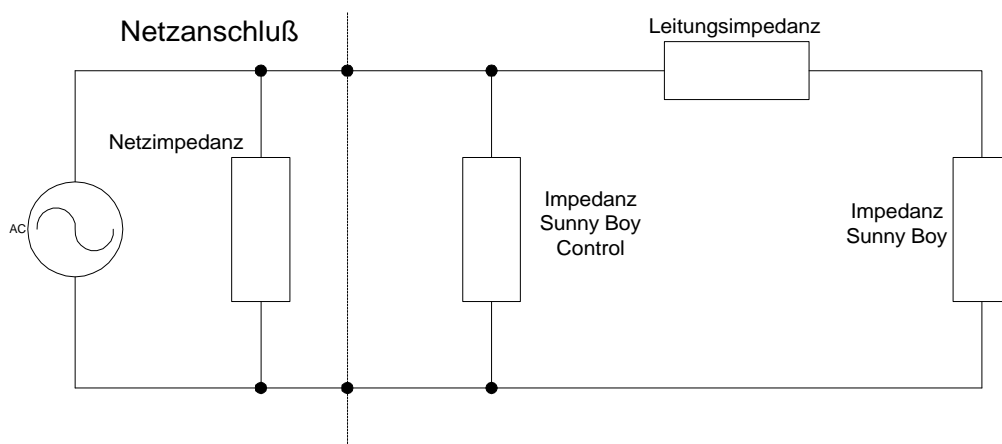
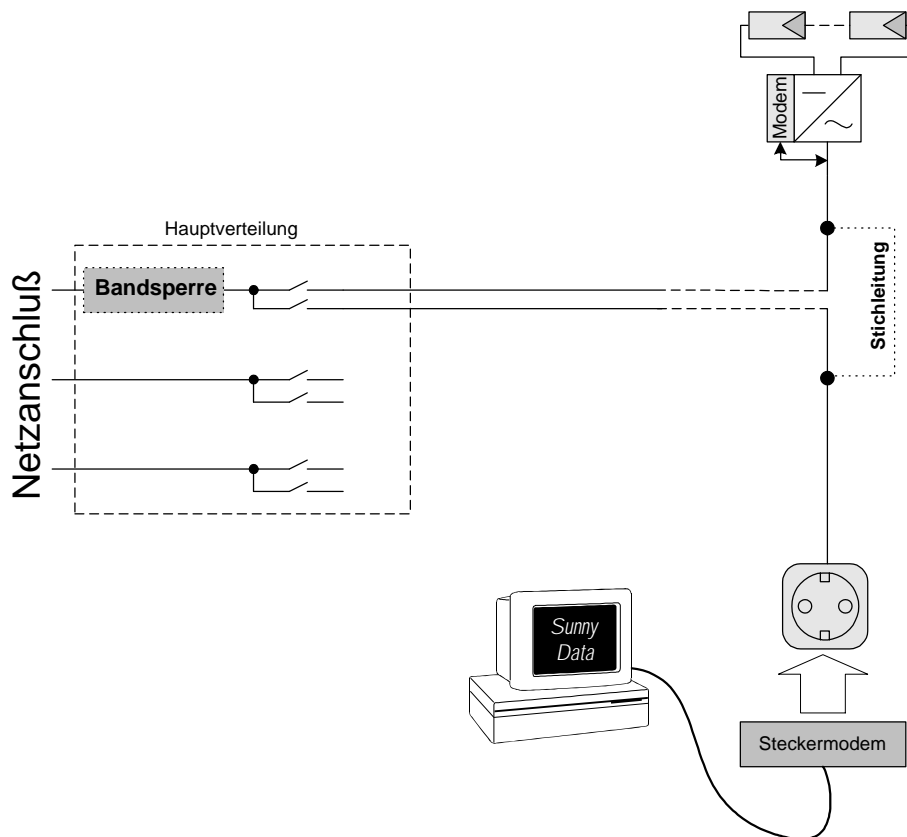

Abbildung 12: Ersatzschaltbild der Übertragungsstrecke
Abbildung 13: Lange Leitungen
Befindet sich zum Beispiel das Sunny Boy Control/SWR-COM in der Verteilung einer Anlage und die Wechselrichter sind von dort aus über jeweils eine Stichleitung angeschlossen, so ist die Übertragungsstrecke für eine Übertragung zum Wechselrichter hin sehr viel besser geeignet als umgekehrt. Dieser Effekt kommt dadurch zustande, daß der Spannungsteiler, der hier entsteht, für die beiden Übertragungsrichtungen unterschiedlich aussieht. In der Abbildung 12 ist ein einfaches Ersatzschaltbild dargestellt, mit dem dieser Effekt verdeutlicht werden kann.
1. Die Übertragungsstrecke wird verkürzt, z.B. durch Anschluß des Sunny Boy Control/SWR-COM in der Nähe der Wechselrichter (Abbildung 13), so daß die Signaldämpfung verringert wird.
2. Der Netzanschluß des Kommunikationsbereichs wird über eine Trägerfrequenzsperre/Bandsperre (Kapitel 4.2) geführt (Abbildung 13). Dadurch ändert sich der in der Abbildung 12 dargestellte Spannungsteiler zu Gunsten des Signalpegels, da
Die Richtungsabhängigkeit ist hierbei wiederum durch den entstehenden Spannungsteiler zwischen Leitungsimpedanz, Netzimpedanz und Impedanz der/des Wechselrichter/Sunny Boy Control zu erklären (s.a. Abbildung 12). Generell sollte der Phasenkoppler möglichst am Ende der Netzleitung, also meist in der Nähe der Wechselrichter, zum Beispiel in einer Unterverteilung (wenn vorhanden), installiert werden. Wenn keine Unterverteilung vorhanden ist, sollte der Phasenkoppler in der Hauptverteilung installiert werden.